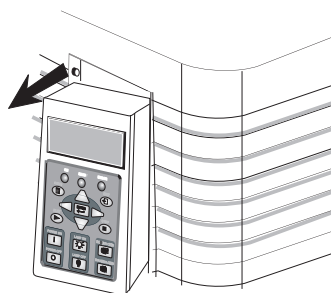

Figura 2-3 Rimuovere il CDP
1. Afferrare il CDP e spingerlo leggermente di lato. Si crea un gioco sufficiente per consentire di sganciare il pannello dal piedino di montaggio superiore in corrispondenza del lato su cui si esercita la spinta. Quindi rilasciare il lato opposto e tirare in avanti per rimuoverlo. Vedere **Figura 2-3**.